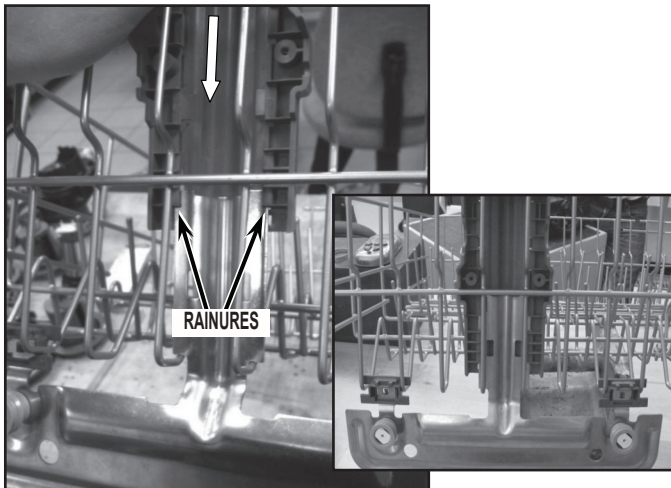

FIGURE 6
8. Après avoir positionné les deux attaches, l'étape suivante consiste à installer le corps du mécanisme de réglage. Pour ce faire, aligner le côté mince avec les rainures du corps du mécanisme de réglage. Voir la Figure 6.